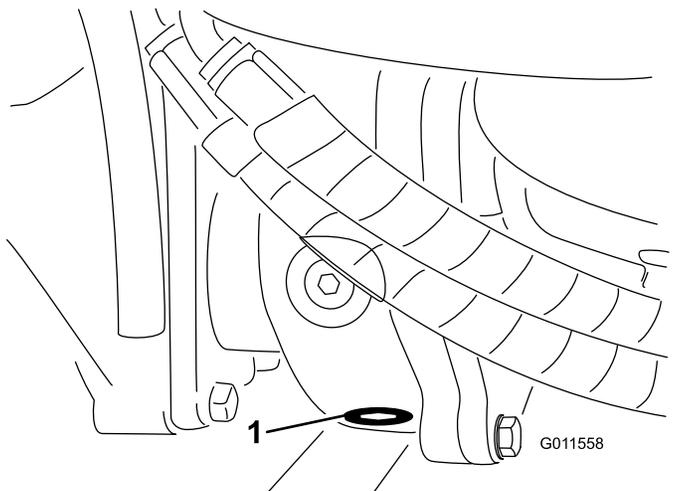

Figura 95
- Pulite l'area circostante il tappo di spurgo sul fondo della scatola degli ingranaggi (Figura 95).